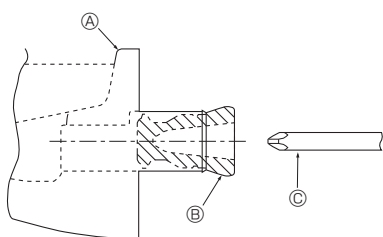

Fig. 5-1
- Vergewissern, daß in die Rohrleitung auf der linken Seite der Gummistopfen in den Auslauf rechts eingesetzt ist.(Fig. 5-1)
- ① Auslaufpfanne
- ② Stopfen
- ③ Schraubendreher etc. tief in den Stopfen einführen.